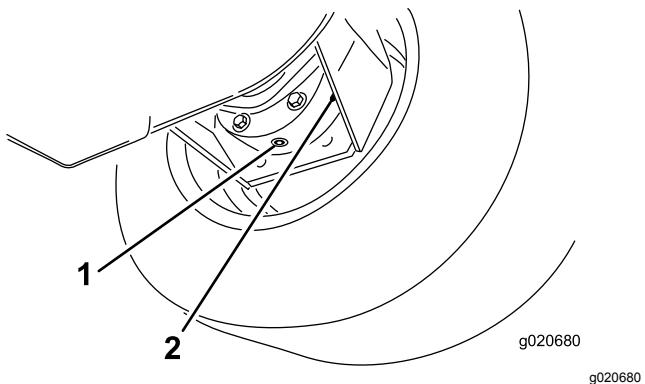

Figura 90
- Coloque o recipiente de escoamento por baixo da estrutura do travão, retire o tampão e deixe o óleo escorrer para o recipiente (Figura 90).